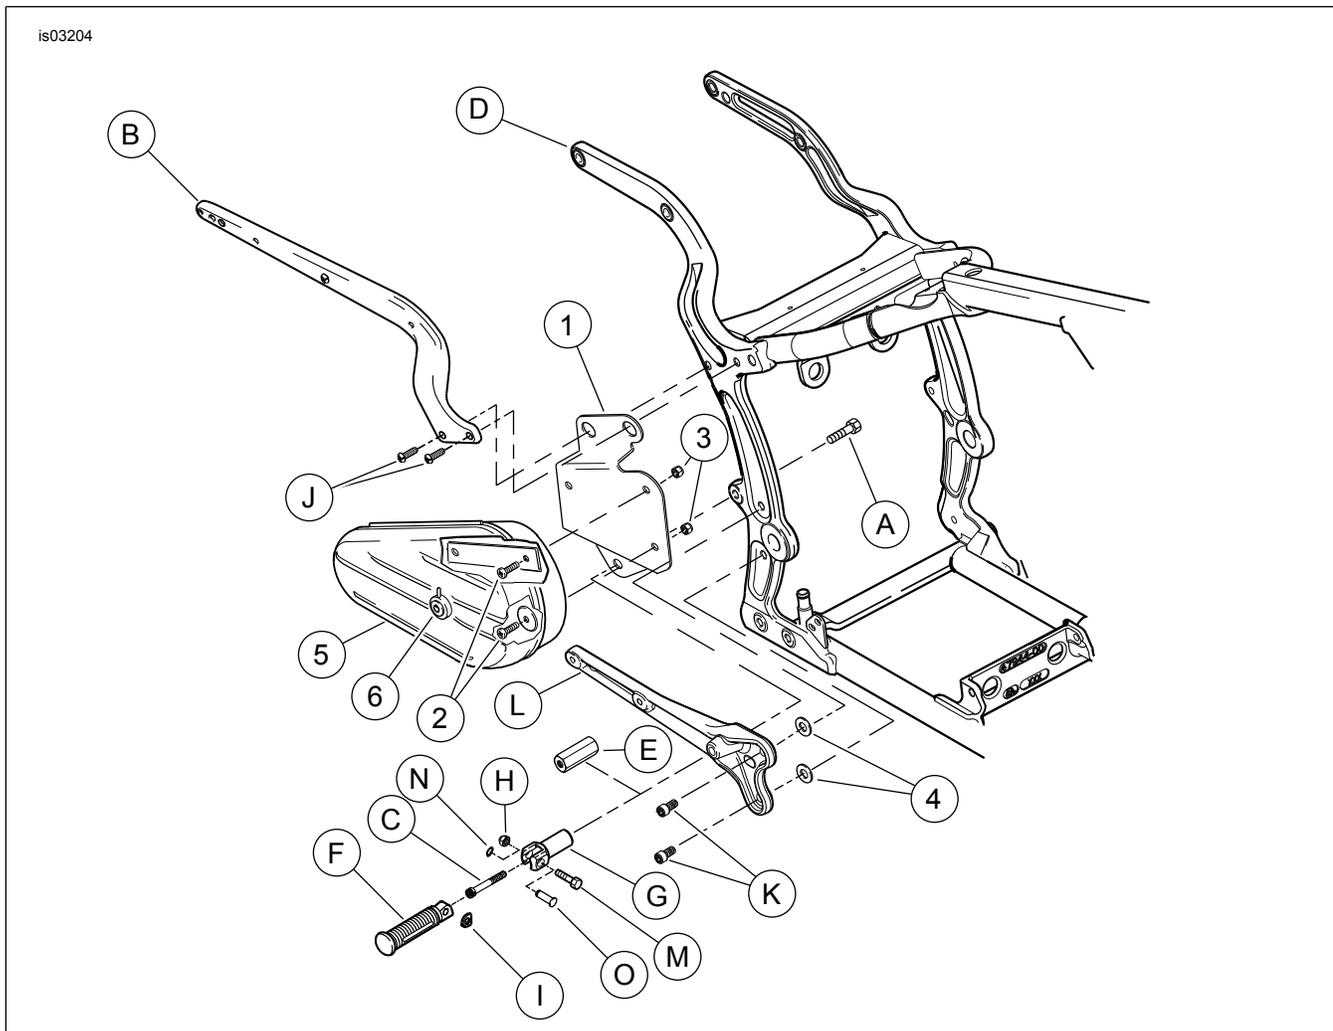

Figura 1. Peças de reposição: kit de caixa de ferramentas para o lado direito
Veja a Figura 1 e a Tabela 1.
1. Veja a Figura 1. Fixe a caixa de ferramentas (5) no suporte de montagem da caixa de ferramentas (1) usando três parafusos cabeça panela (2) e porcas (3).
2. Remova os dois parafusos de cabeça abaulada (J) que fixam o suporte traseiro direito do pára-lama (B) no quadro (D). Guarde os parafusos para a instalação.
- a. Remova o anel de retenção (N), o pino de segurança (O), a arruela de pressão (I) e o apoio para o pé (F).
- b. Remova o parafuso Allen (C) que fixa o suporte do apoio para o pé (G) no quadro (D).
- c. Remova os dois parafusos Allen (K) do suporte do escape (L).
- d. Remova a contraporca (H), o parafuso (M), a arruela de pressão (I) e o apoio para o pé (F).
- e. Remova o parafuso (A ou C) que fixa o suporte do apoio para o pé (G) no quadro (D).